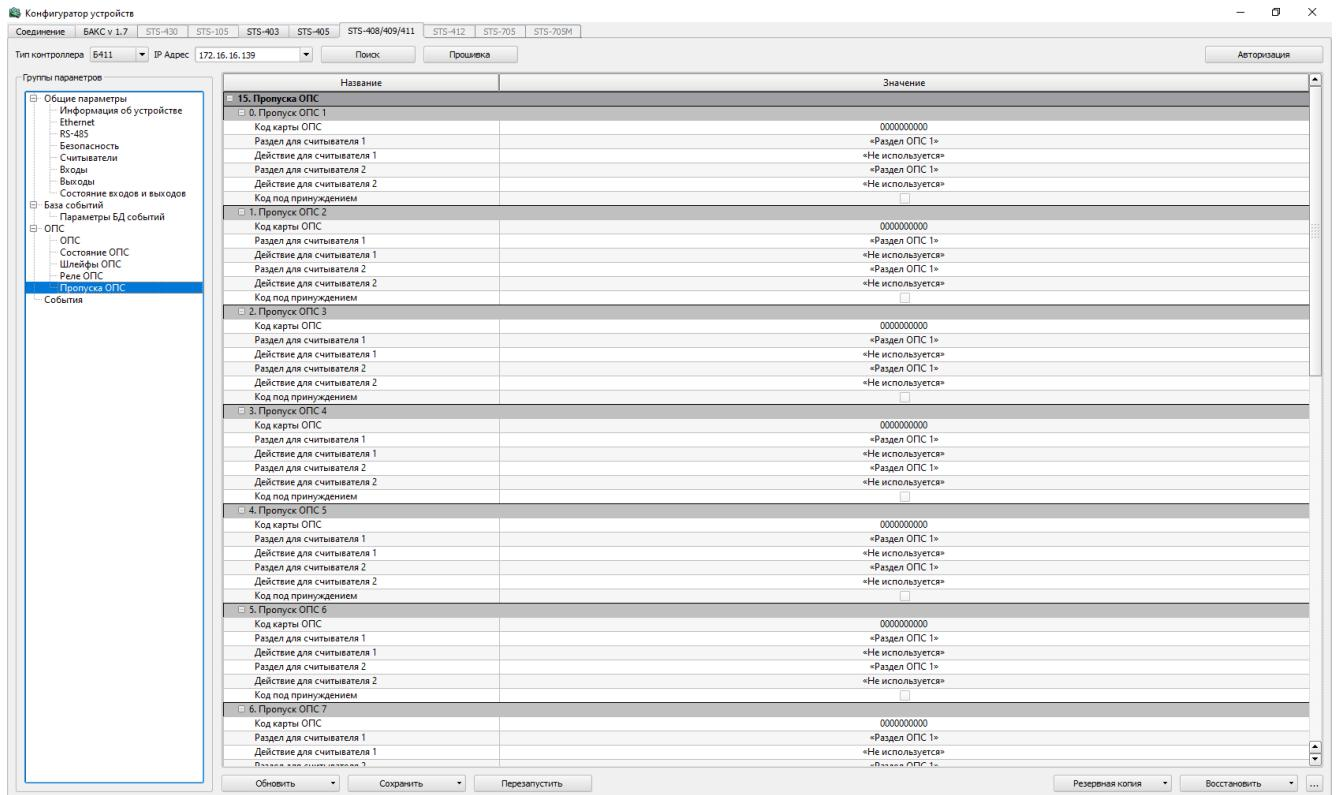

Рисунок 28 – Пропуска ОПС
- Пропуска ОПС – здесь содержатся коды пропусков и действия для считывателей (рисунок 28).